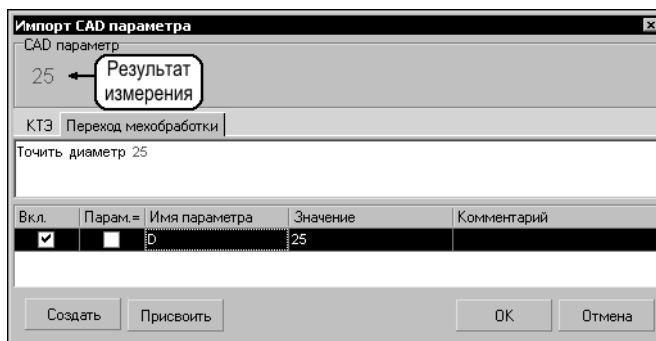

Рис. 5.12. Результат измерения из чертежа и эскиза
4. Результат измерения будет указан синим цветом в открывшемся окне **Импорт САД параметра** (рис. 5.12). Результат можно импортировать в существующий параметр или создать новый. Если параметр уже существует — установите курсор на этот параметр и нажмите кнопку **Присвоить**. Если требуется создать новый параметр, нажмите кнопку **Создать**.